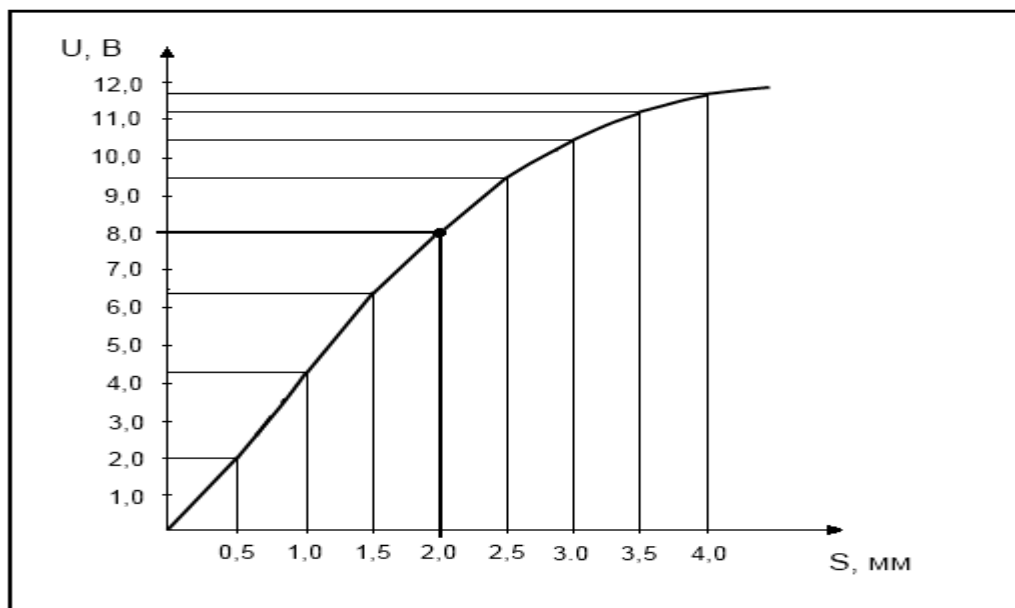

Рис. 10: График зависимости напряжения U (выход 2) от зазора S между датчиком и контрольной поверхностью
2. С помощью стенда СП10 (рис. 13) и подстроечного резистора 2 (рис. 23) выполняется настройка компаратора К22 (пример графика см. на рис.10)